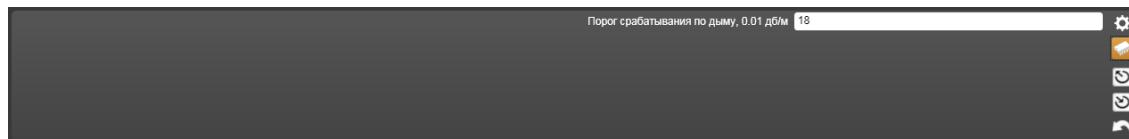

Рисунок 14.3.52 – Свойства Пожарного дымового извещателя ИП 212-64
- 13) Пожарный дымовой извещатель ИП 212-64 (ИП-64) (Рисунок 14.3.52).
- – **Параметры по умолчанию** – значок, при щелчке на котором происходит считывание параметров из памяти компьютера в таблицу параметров текущей закладки (Нижний рисунок 14.3.52).